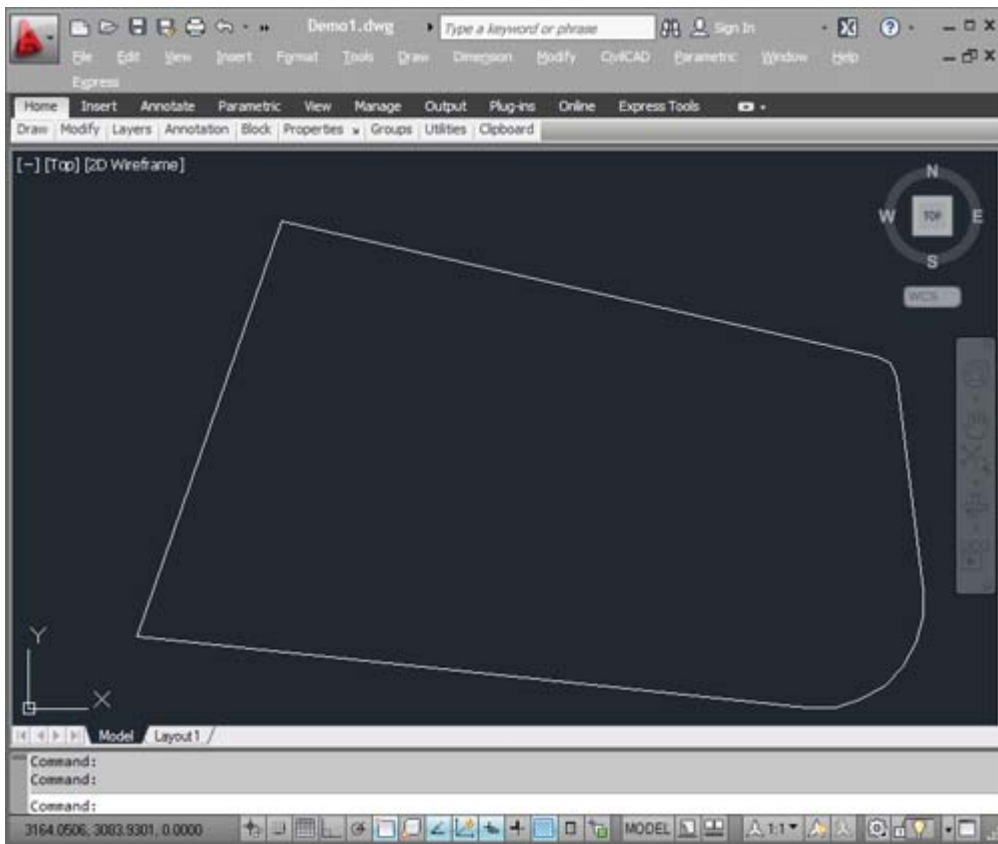

Fig. 1: Polígono a subdividir
1. Dentro de AutoCAD abra el archivo **DEMO1.DWG** localizado en el directorio CIVILCAD. Aparecerá un polígono en pantalla (Fig. 1).